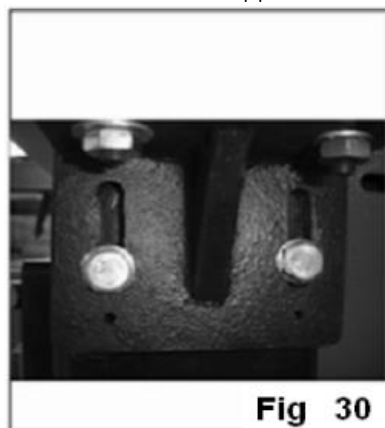

Рис.34
10. Затянуть два винта со шлицем Torx, крепящие каретку к основанию **Рис.34**.